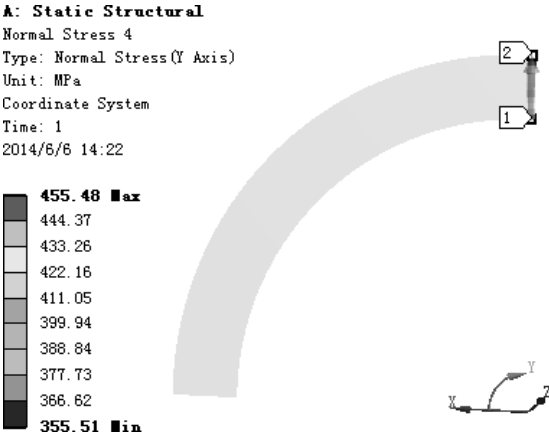
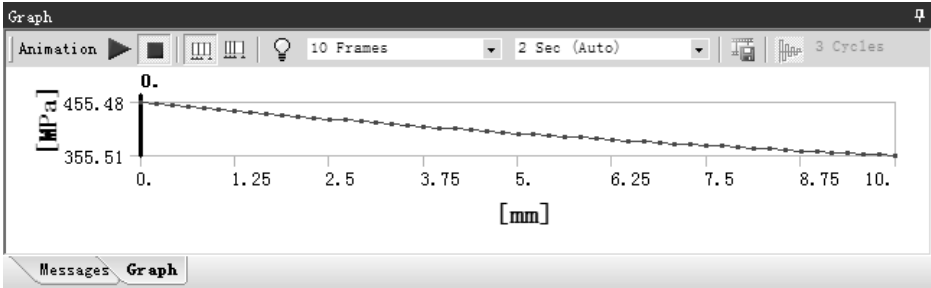

图 7.5.33 切向应力（路径 Path）结果图解
图 7.5.34 切向应力（路径 Path）图表
(6) 查看沿路径 Path 切向应力结果图解。在“Outline”窗口中选中 Normal Stress 4，查看图 7.5.33 所示的切向应力（路径 Path）结果，其最小应力为 355.51 MPa，最大应力为 455.48 MPa；在“Graph”窗口中显示图 7.5.34 所示的路径图变化情况。